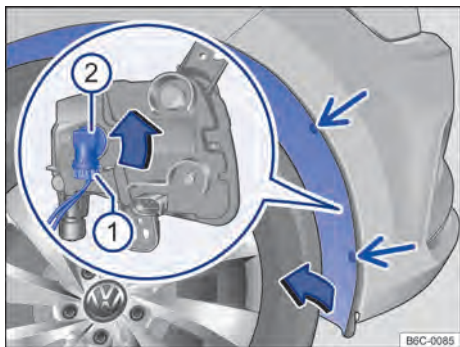

Fig. 131 Na caixa de roda dianteira: acesso à lâmpada incandescente do farol de neblina.
2. Remover os parafusos de fixação do revestimento da caixa de rodas → Fig. 131 (setas) com o auxílio de uma chave de fenda.
5. Retirar o conector de alimentação da lâmpada → Fig. 131 ⓘ, pressionar, ao mesmo tempo, a trava de fixação do conector.
6. Girar o soquete da lâmpada → Fig. 131 ②, no sentido anti-horário até o batente, e desencaixá-lo do alojamento.
13. Recolocar os parafusos de fixação → Fig. 131 (setas) e apertá-los.